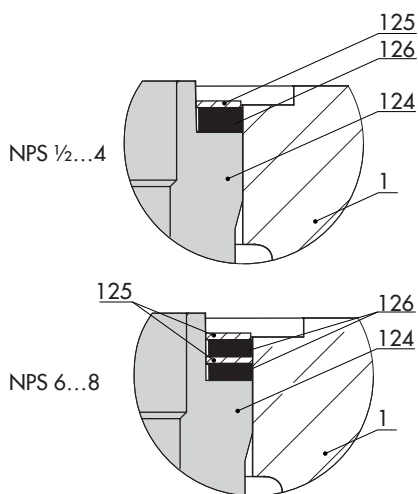

Fig. 9-4: Arandelas de compensación (125)
6. Medir la cantidad de arandelas de compensación (125) requeridas como se describe en el cap. 9.4.5. Colocar arandelas de compensación (125) nuevas encima de las juntas (126), ver Fig. 9-4.